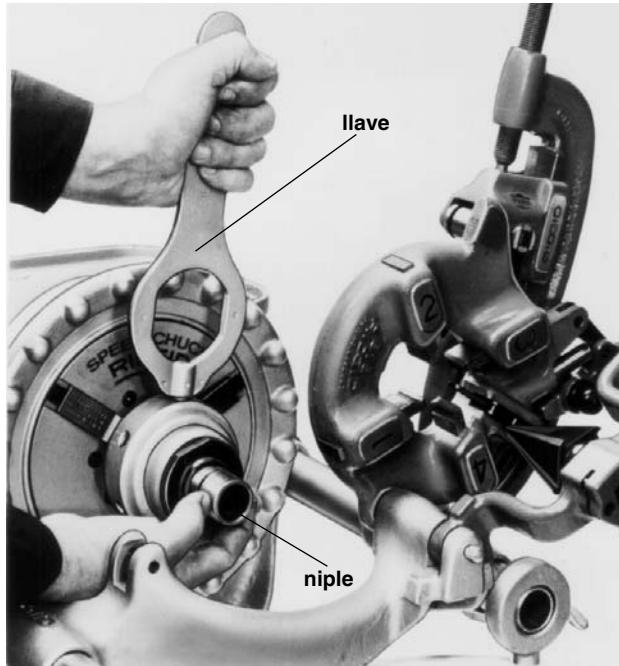

Figura 25 – Desenganche del niple del portaherramientas niplero
7. Introduzca el pasador situado en el extremo de la llave (*Figura 25*) en uno de los agujeros en el collar de desenganche del portaherramientas niplero y gírelo. Extraiga el niple roscado con la mano.